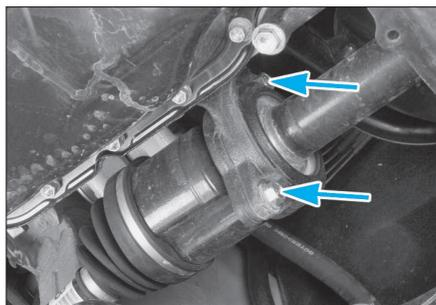

FIG. 3
- Déposer le support de palier intermédiaire (fig. 3).
### Transmission droite avec moteur 136 VVT-i, reposer le support de palier intermédiaire (fig. 3).